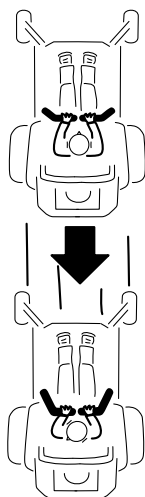

Figura 18
2. Para ir hacia atrás, tire lentamente de las palancas de control de movimiento hacia atrás (Figura 18).
Para ir recto, aplique la misma presión a ambas palancas de control de movimiento (Figura 18).